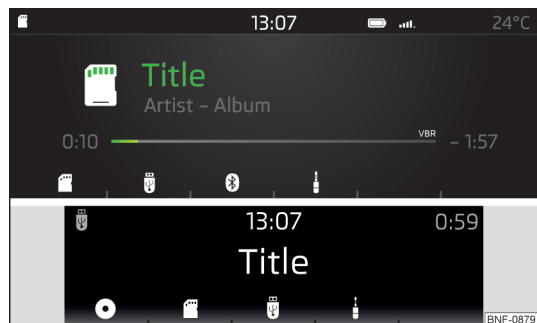

Fig. 102
- Tryk på knappen (MEDIA), og vælg den ønskede kilde ved hjælp af funktionsknapperne for at vælge audiokilden i hovedmenuen Medier » Fig. 102.